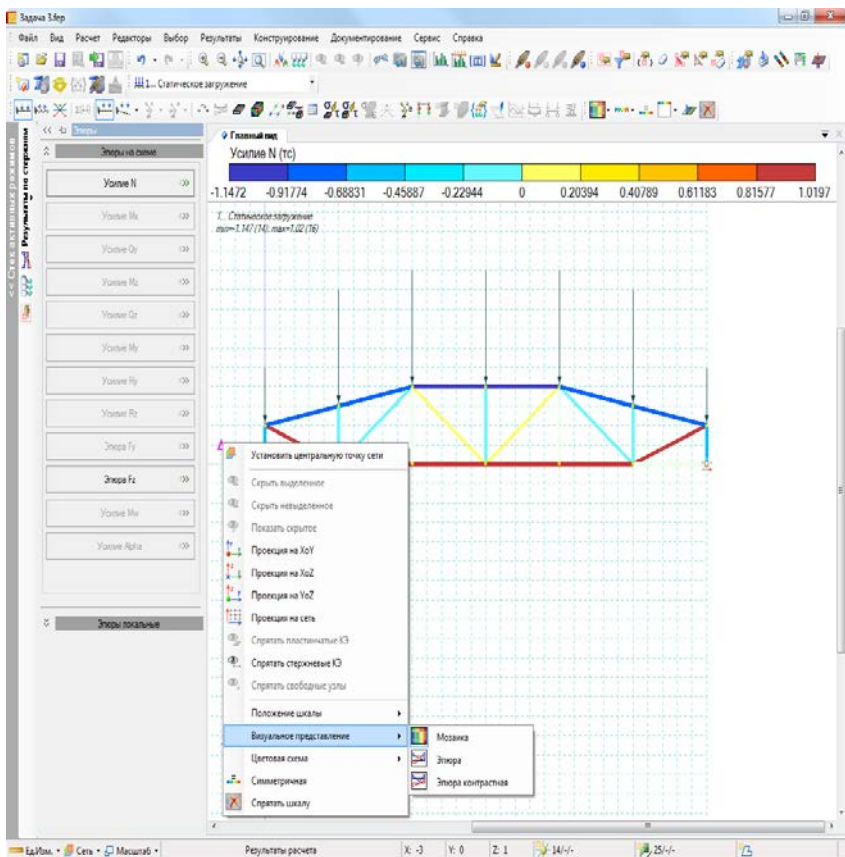

Рис. 69. Мозаика продольных сил
- **Результаты** ► **Результаты по стержням** (кнопка  на панели инструментов) ► **Эпюра N**. Щелкните по полю экрана правой кнопкой мыши и в контекстном меню выберите **Визуальное представление** ► **Мозаика** (рис. 69).